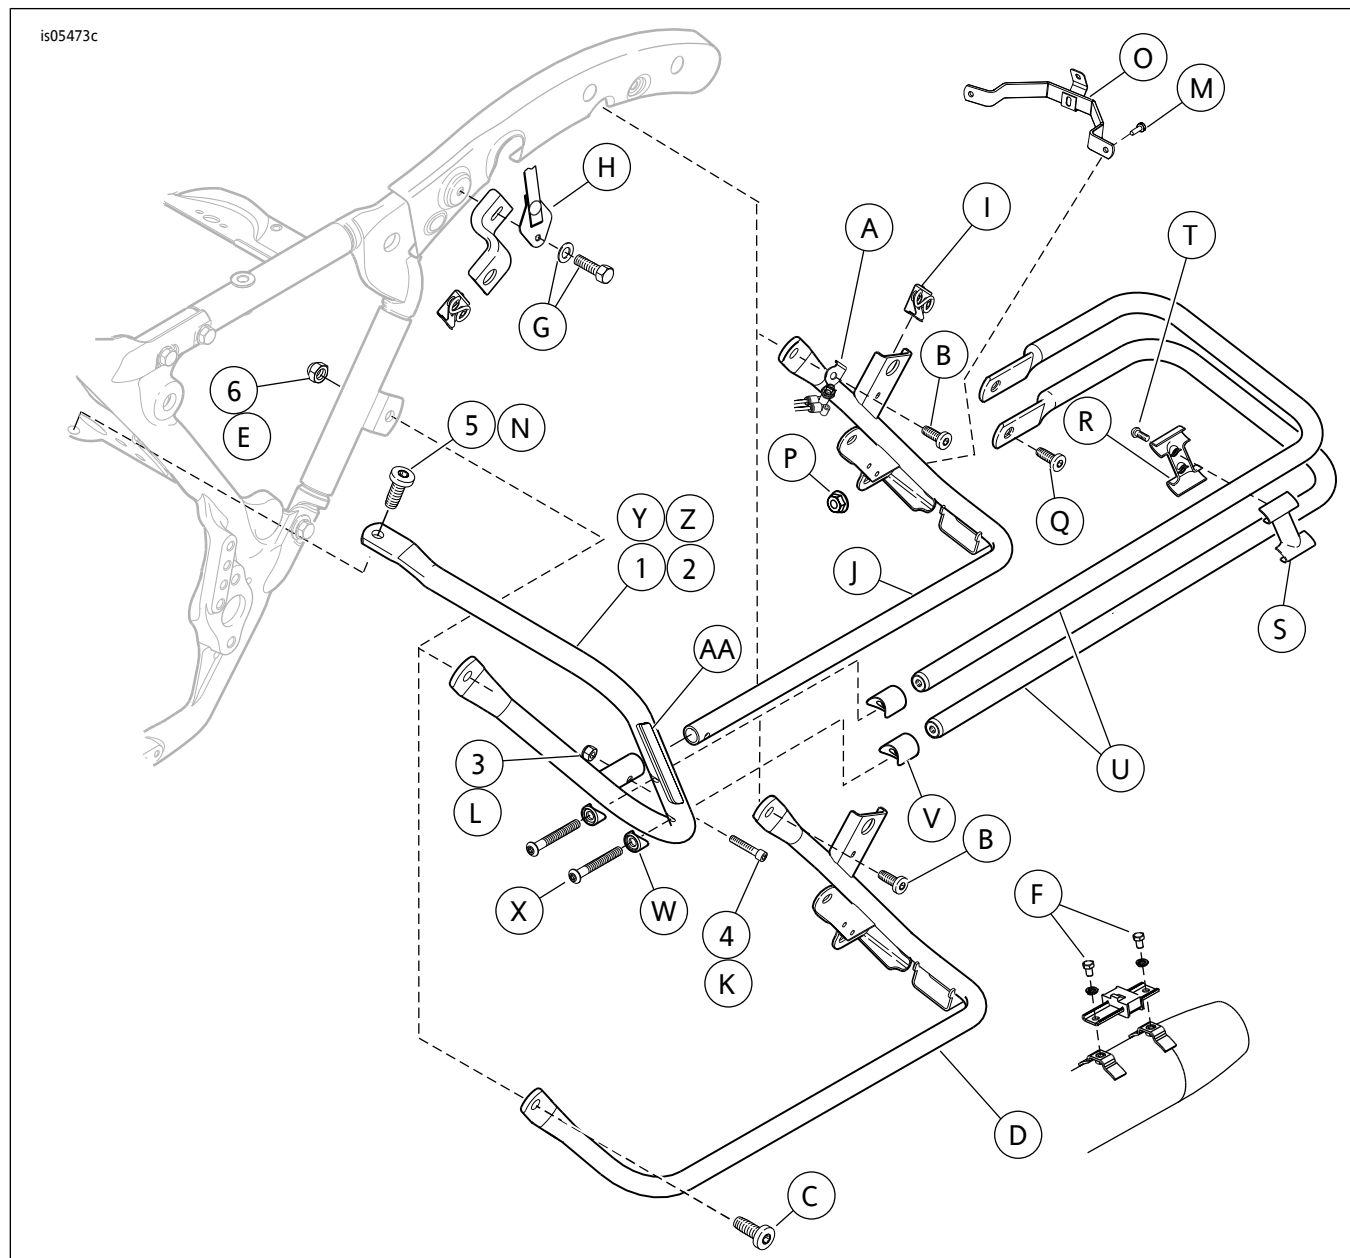

图3。维修零件：边箱护罩套件( 图示为左侧 )
参见图3和表1。
2. 参见图3。拆下扣带螺丝和垫圈( G )。拆下扣带( H )。根据维修手册中的说明拆下座椅。
1. 参见图3。拆下将边箱护罩固定至消声器支架的螺丝( F )。
1. 对于FLTR和FLHX车型：参见图3。